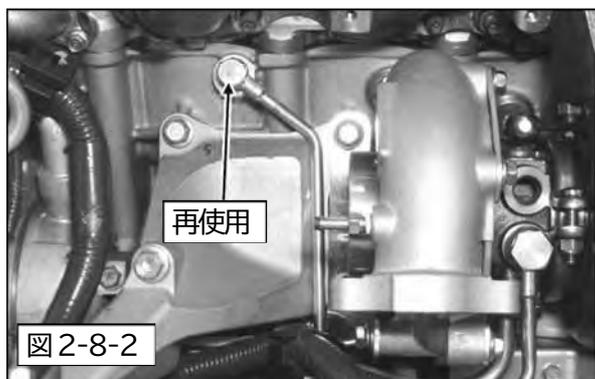

図 2-8-2
- (2) ウォーターパイプ IN LH をターボチャージャー LH とエンジンに取り付けます。(図 2-8-2)